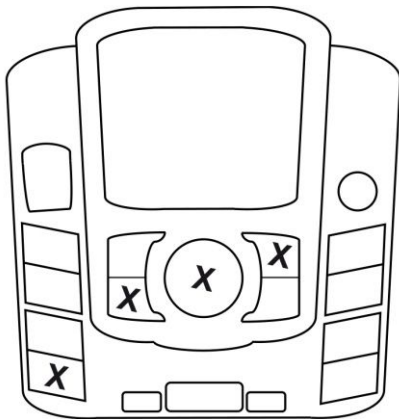
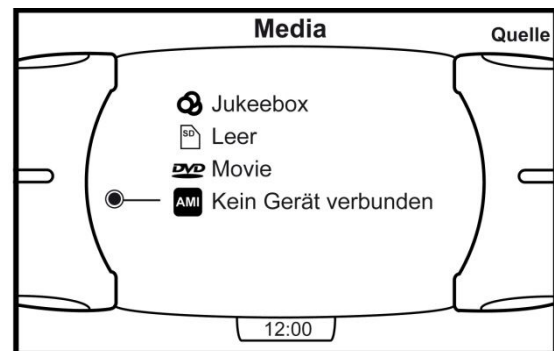

Abb. 23
Abb. 24
12. Betätigen Sie **gleichzeitig** die Tasten markiert (**X**) in Abb. 23. Es wird ein MMI **RESET** durchgeführt. Nach erfolgreichem Neustart erscheint Abb. 24.